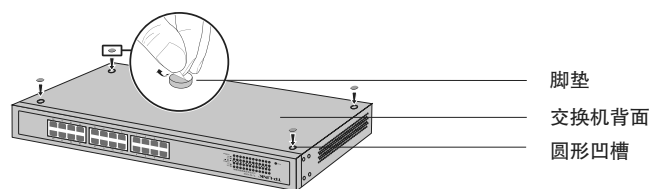

图2-1 桌面安装示意图
2. 逐个揭去4个脚垫的胶面保护纸，分别黏贴在位于机壳底部四角的圆形凹槽中，如图 2-1所示；